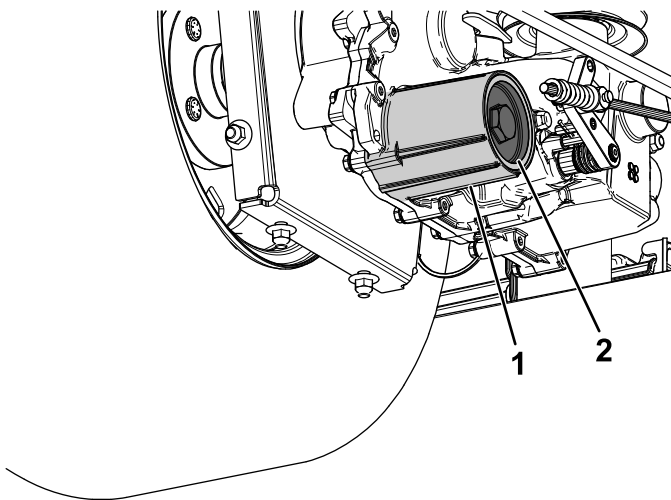

Figura 88
7. Retire la tapa del filtro de fluido hidráulico del transeje para vaciar el fluido (Figura 88).